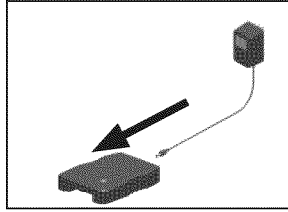

Figura 1 - Enchufe el cargador en la base
1. Enchufe el cordón del cargador en la base del cargador (Vea la figura 1)